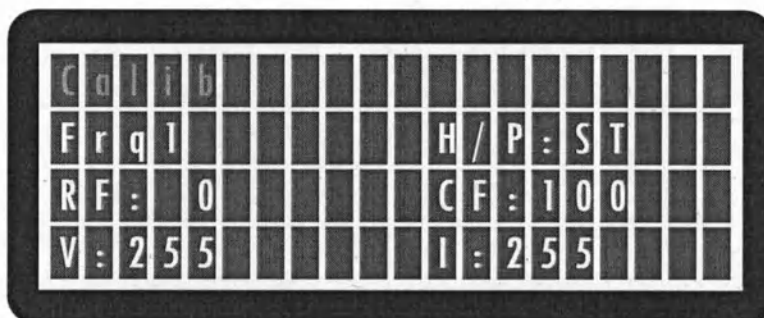

Рисунок 10. Выбор режима калибровки
- Нажимайте кнопку Menu пока не замигает поле выбора 'Mode'. Используйте стрелки перемещения вверх и вниз для выбора **Calib** (Рисунок 10) и нажмите на кнопку 'OK' для ввода вашего выбора.